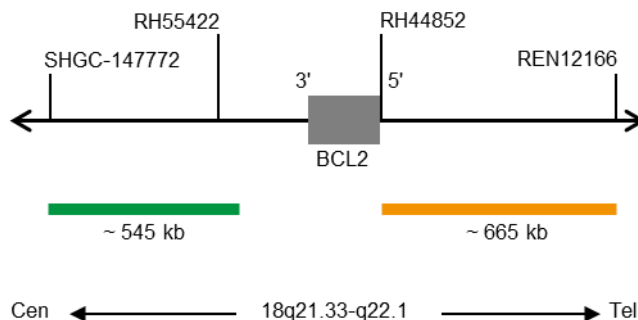

Fig. 1: SPEC BCL2 Mappa della sonda (non in scala)
- Polinucleotidi (~10 ng/μl) marcati con ZyGreen (eccitazione 503 nm/emissione 528 nm), che hanno come bersaglio sequenze mappate in 18q21.33* (chr18:60,046,152-60,589,273) prossimali alla regione del breakpoint BCL2 (vedere Fig. 1).
- Polinucleotidi (~4,5 ng/μl) marcati con ZyOrange (eccitazione 547 nm/emissione 572 nm), che hanno come bersaglio sequenze mappate in 18q21.33-q22.1* (chr18:60,994,528-61,658,503), distali alla regione del breakpoint di BCL2 (vedere Fig. 1).